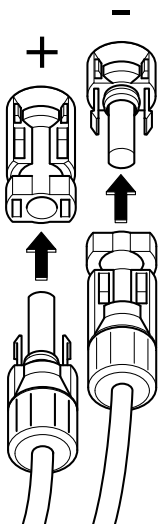

Abb. 37: PV-String anschließen
➤ Abb. 37
- Die Buchsen und Stecker der DC-Leitungen am Wechselrichter einstecken. **Abb. 37** Die Dichtstopfen aus den Steckverbindern aufbewahren.